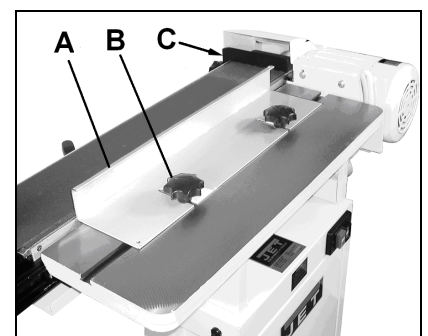

Fig 7
Montieren Sie den Schleifstopp (C, Fig. 7) und den Horizontal-Anschlag (A) mit den Sterngriffschrauben (B)